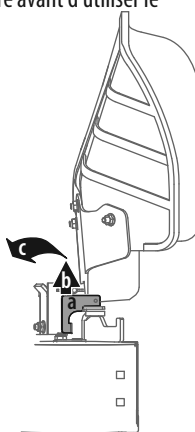

Figure 11
1. La goulotte est livrée attachée et avec un support d'arrêt tenant la goulotte en position verticale. Le support d'arrêt doit être retiré avant d'utiliser le tracteur. Voir Figure 11.